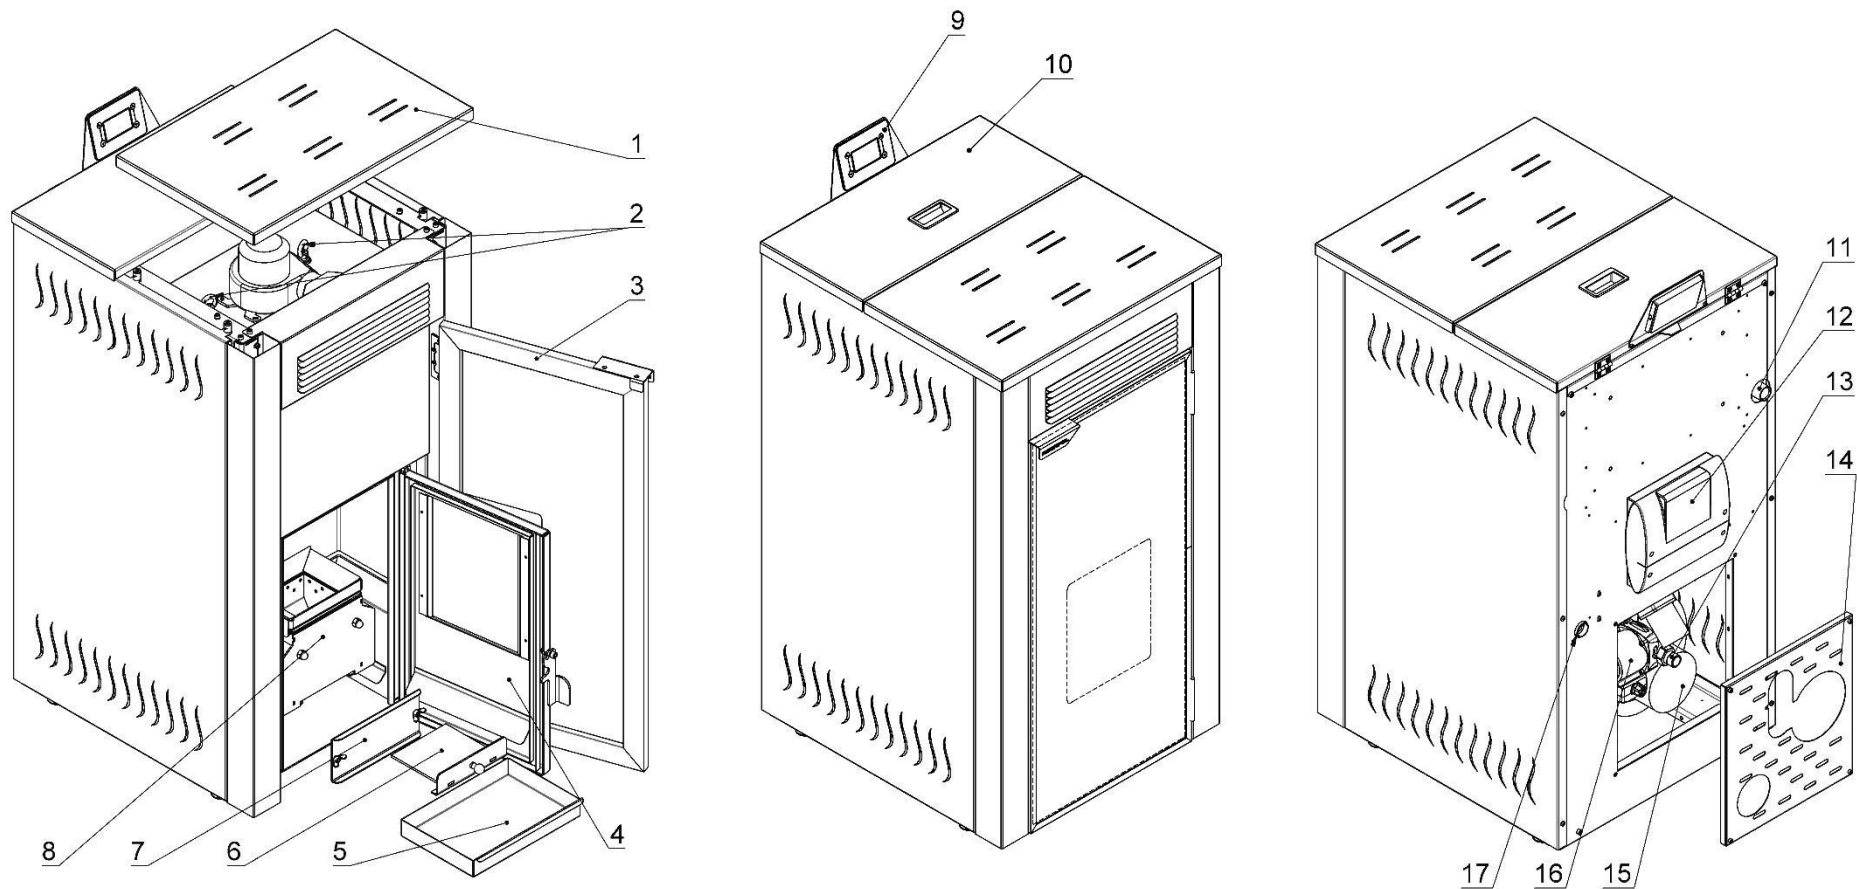

Рисунок 5.1 – Зовнішній вигляд та основні елементи каміна
- Регулярно чистіть зольник коли камін не працює, а також трубчастий теплообмінник використовуючи механізм чищення поз.2 (рис. 5.1).
- Один раз на місяць, очистіть внутрішню порожнину каміна, відкривши заглушку поз.7 (рис. 5.1). відкрутивши 2 гайки. Вакуумним апаратом очистіть поверхню.